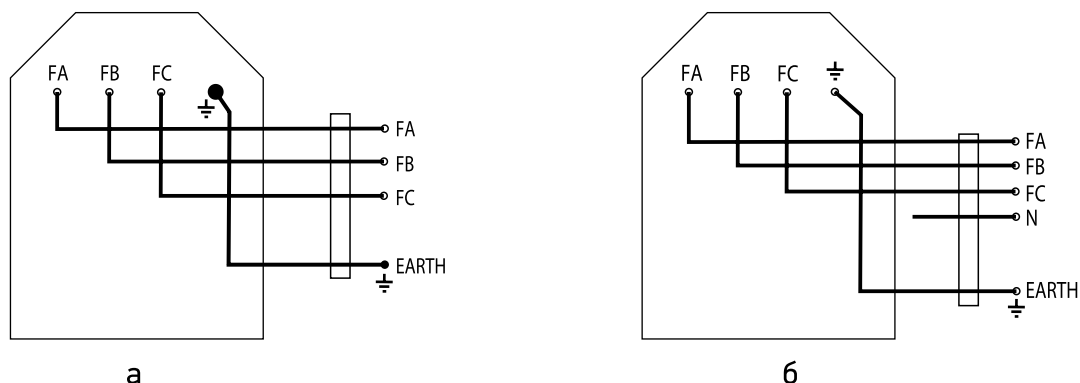

Рис. 5.1. Схема подключения аппарата к сети
**ВНИМАНИЕ!** Подключение аппарата к сети производится по четырехпроводной (а-рис. 5.1.) или пятипроводной (б-рис. 5.1.) схеме кабелем сечением не менее 6 мм2.